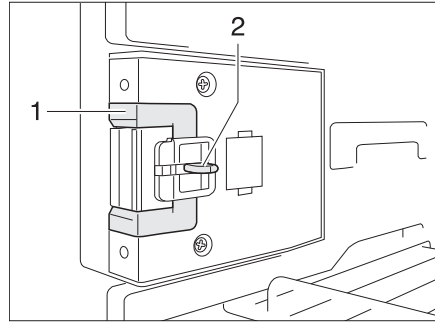
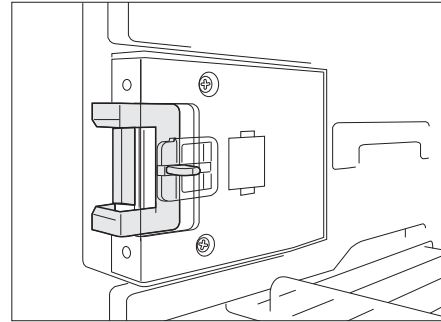

Bild 277 Verschlusseinrichtung in Normalstellung
Bild 278 Verschlusseinrichtung in Lüftungsstellung
- Die Entriegelung (Bild 277,2) eindrücken.
- Die Verschlusseinrichtung (Bild 277,1) nach vorn schieben (Bild 278).